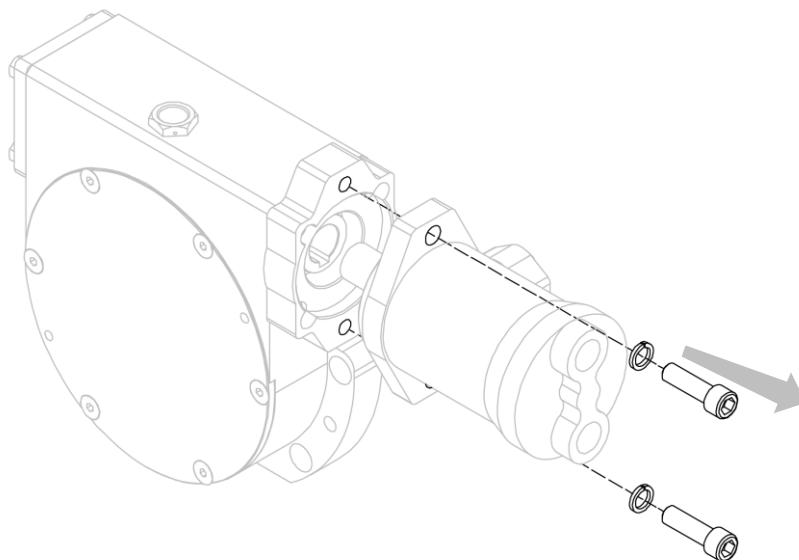

Figura 39
4. Separare il motore dal riduttore, dopo aver rimosso le relative viti che lo vincolano (vedi *Figura 39*).